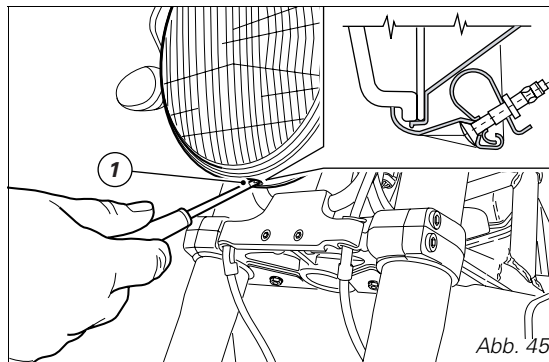
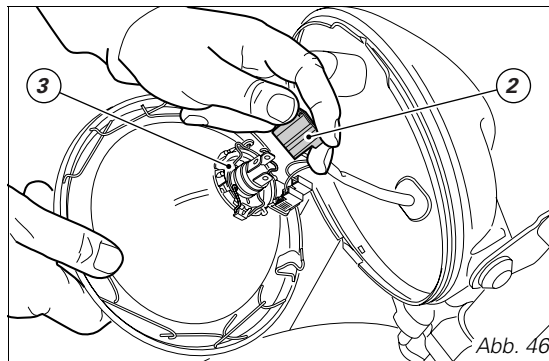

Abb. 45
Abb. 46
### **Scheinwerfer** (Abb. 45, Abb. 46, Abb. 47, Abb. 48)
Um an die Glühbirnen des Scheinwerfers zu gelangen, die untere Schraube (1) lösen, die die Einheit aus Umrandung/Parabole am Scheinwerferkörper befestigt. Den Stecker (2, Abb. 46) von der Scheinwerferglühbirne lösen. Die Halteklammer (3, Abb. 46) der Leuchte aushaken, dann aus ihrer Aufnahme nehmen.
Die Enden der Klammer (3, Abb. 46) an den Scheinwerferhaltern festhaken. Die Kabel erneut anschließen.